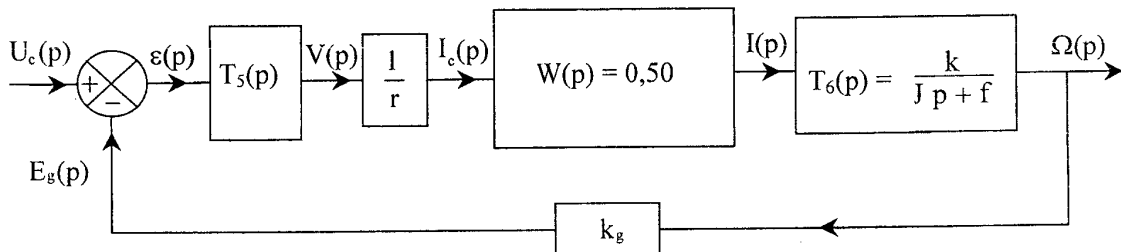
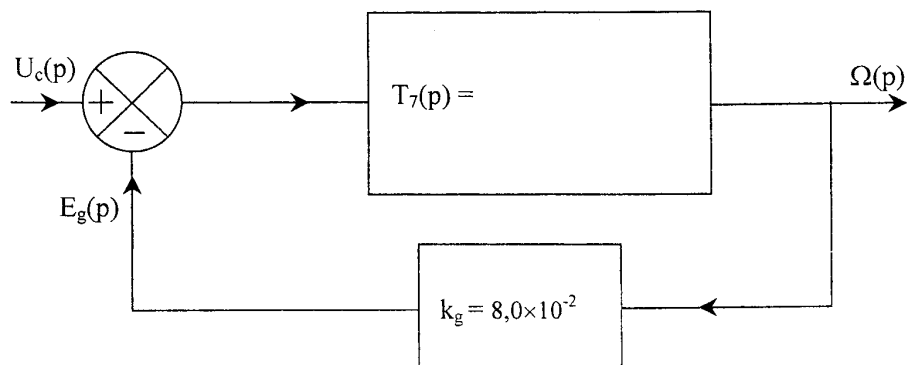

Figure 7
Figure 8
Le système peut donc se décrire à l'aide du schéma fonctionnel de la figure 7 dans lequel $T_5(p)$ est la transmittance d'un correcteur, $r = 0,25 \Omega$ est la résistance d'exploration du courant $i(t)$ traversant le moteur, k_g la constante de force électromotrice de la génératrice tachymétrique avec $k_g = 8,0 \times 10^{-2} \text{ V.s.rad}^{-1}$ et $T_6(p) = \frac{\Omega(p)}{I(p)}$.
3.2.2. En utilisant le résultat de la question 3.1.2. et l'expression de $T_5(p)$, réduire le schéma fonctionnel de la figure 7 à celui de la figure 8. Calculer **numériquement** $T_7(p)$.